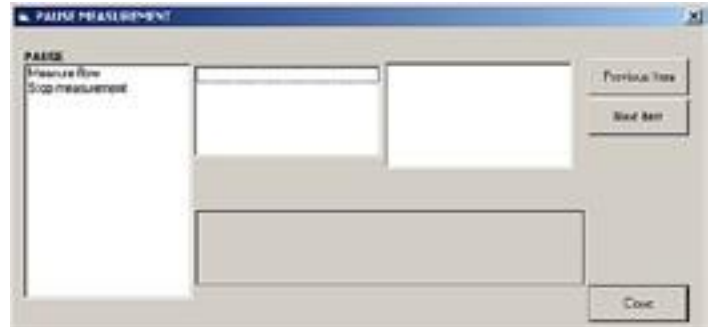

Abbildung 22: Messung pausieren
2. Erweitern Sie die Option Funktionen bearbeiten *Edit Functions*, und doppelklicken Sie auf den Eintrag Messungen pausieren *Pause Measurement*, um ein Fenster ähnlich *Abbildung 22* unten zu öffnen.